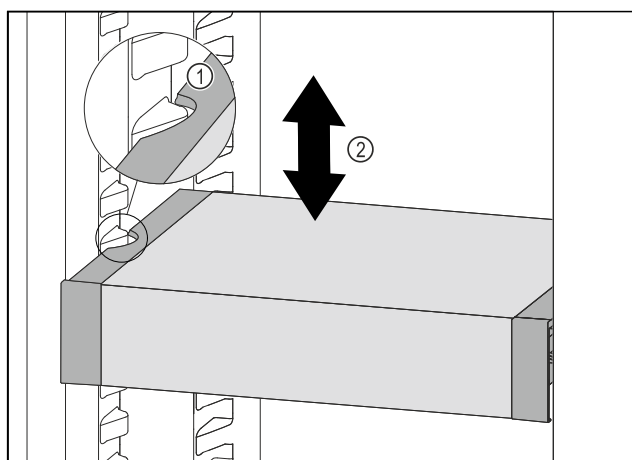

Fig. 97
- ▶ Dra VarioSafe framåt tills sidofördjupningarna på VarioSafe är i samma nivå som behållarlisterna i kyldelen. Fig. 97 (1)
- ▶ Förflytta VarioSafe uppåt eller nedåt i kyldelen tills önskad höjd har uppnåtts. Fig. 97 (2)